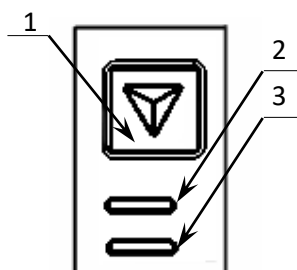

Рисунок 2. Панель управления
8. Панель управления (рисунок 2);